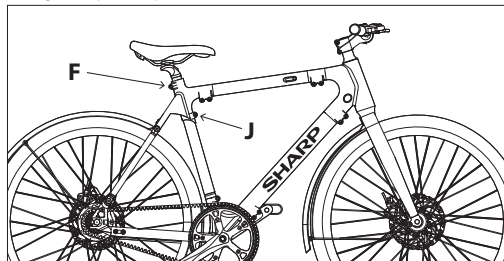

Figura 3-1
- Desapertar os parafusos **F** e **J** no sentido contrário ao dos ponteiros do relógio com uma chave Allen de 5 mm, insira o espigão do selim na estrutura, como mostra a **Figura 3-1**.